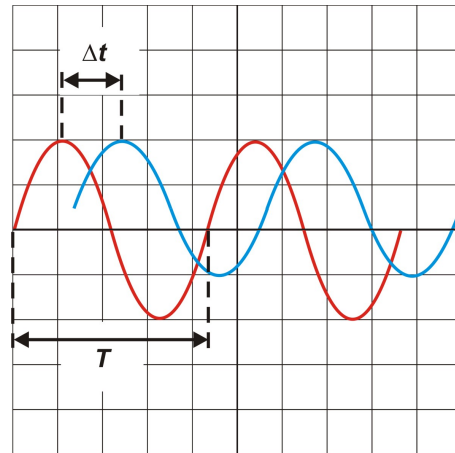

Abbildung 9: So bestimmen Sie die Phasendifferenz zwischen zwei Wechselspannungen.
- (A4) Berechnen Sie (vgl. dazu Abb. 9) $\phi = 2\pi \cdot \frac{\Delta t}{T} = \omega \cdot \Delta t$. Stellen Sie den Verlauf $\phi(f)$ grafisch dar. Wie groß ist die Phasenverschiebung im Resonanzfall?